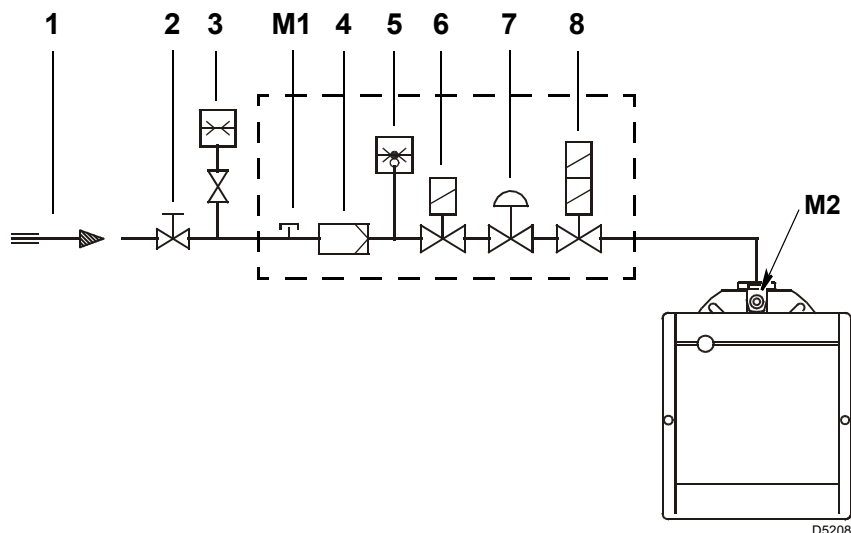

Fig. 17
Legenda (Fig. 17)
Pressione del gas misurata alla presa M2)(Fig. 17), con:
- sottrarre dalla pressione del gas alla presa M2)(Fig. 17) la pressione in camera di combustione.
Pressione del gas alla presa M2)(Fig. 17) = 12,2 mbar
Per conoscere invece la pressione del gas necessaria alla presa M2)(Fig. 17), fissata la potenza massima di modulazione alla quale si desidera funzioni il bruciatore:
- Leggere sulla destra, colonna 1, la pressione alla presa M2)(Fig. 17).
pressione necessaria alla presa M2)(Fig. 17).